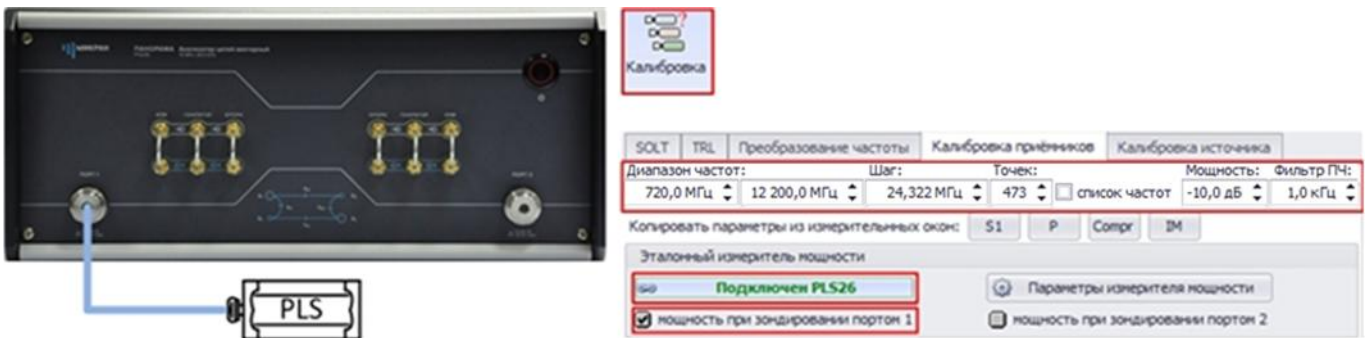

Рис. 41. Подключение измерителя мощности PLS26 и ВАЦ. Калибровка мощности при зондировании портом 1
12.1 Подключите измеритель мощности к первому порту ВАЦ (рис. 41). В окне «Калибровка» откройте вкладку «Калибровка приёмников». Установите частотный диапазон и мощность сигнала для проведения калибровки (720МГц...12,2ГГц, -10 дБм). Частотный диапазон при калибровке должен включать в себя частоты зондирующего сигнала и промежуточную частоту. Подключите измеритель мощности в программном обеспечении и проведите калибровку мощности при зондировании портом 1;